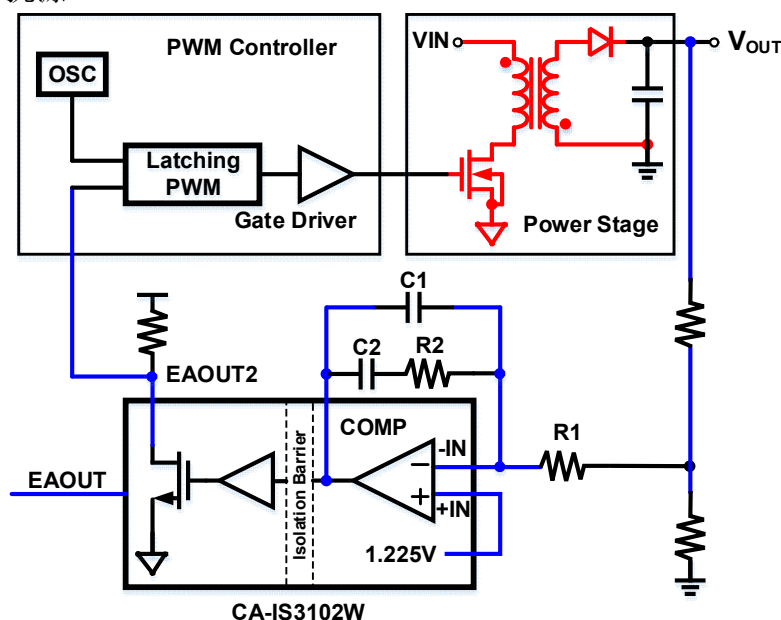

图 31 CA-IS3102W 典型应用图
2. CA-IS3102W被广泛应用于隔离开关电源以及电机控制，这些应用中存在高 $\frac{di}{dt}$ 和高 $\frac{dv}{dt}$ 的情况。由于+IN，-IN，COMP引脚为反馈及环路控制引脚，容易受到干扰。设计PCB时，这些信号远离干扰信号。图 31中开关电源路径中存在高 $\frac{di}{dt}$ 和高 $\frac{dv}{dt}$ ，为强干扰源。控制环路路径易受到干扰。PCB走线时应特别注意，远离强干扰源。